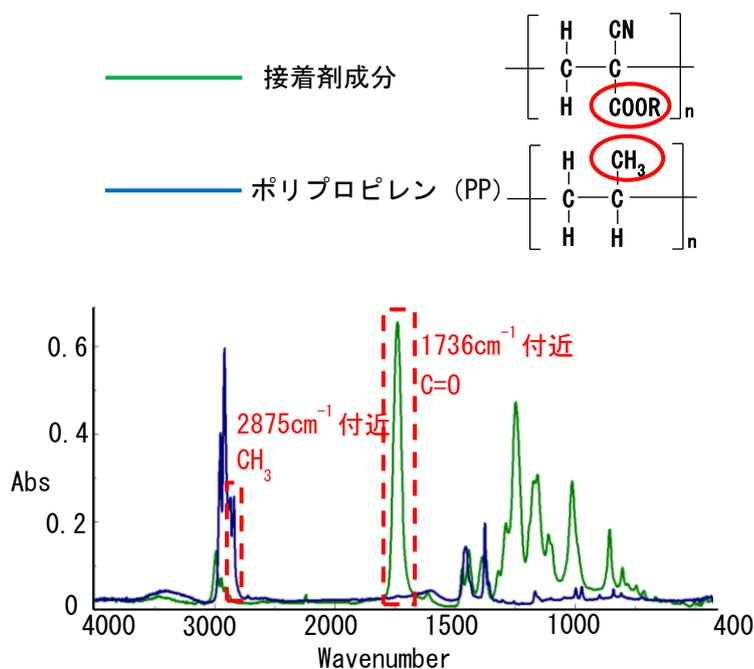
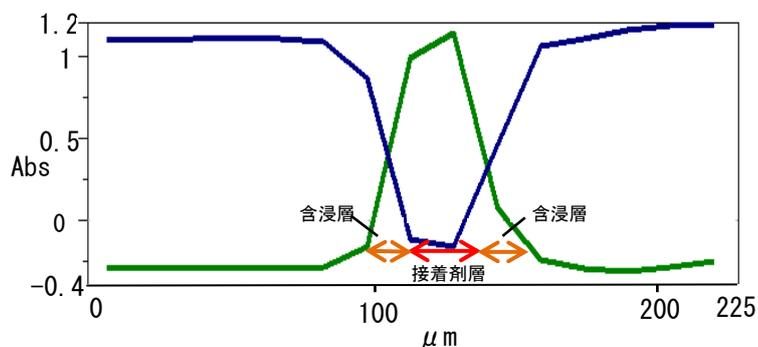
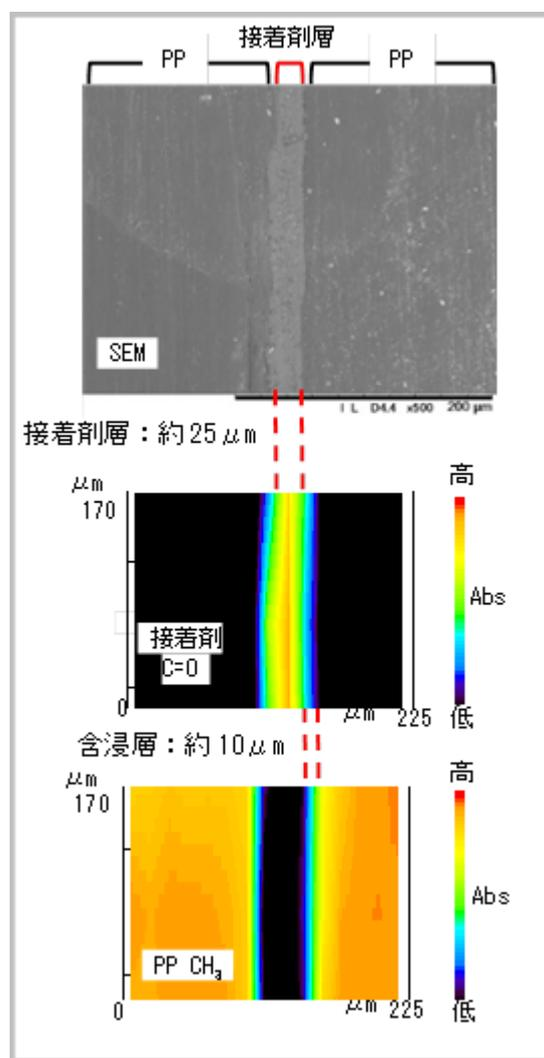

図 7 PP・接着剤成分 比較チャート
図 8 PP・接着剤成分ラインプロファイル
図 9 PP 接着界面 SEM 画像・IR イメージング画像
難接着性樹脂のポリプロピレン (PP) を市販のプラスチック用接着剤 (接着剤+プライマー) で接着させ、断面研磨 (コーティング前処理なし) 後に低真空 SEM により接着界面を観察した。次に、その接着界面を中心に赤外分光分析 (FT-IR) のイメージング測定により接着剤の PP への含浸状態を分析した。低真空 SEM による接着界面の観察は可能であったが、接着剤の含浸状況の観察は困難であった。FT-IR における接着剤成分と PP の特性ピーク (図 7) のラインプロファイル (図 8) やイメージング画像と組み合わせることにより (図 9)、接着剤成分が PP に約 10 μm 含浸していることが確認された。プラスチック用接着剤のプライマーが PP 表面を溶解し、そこに接着剤が PP に含浸したと推察された。